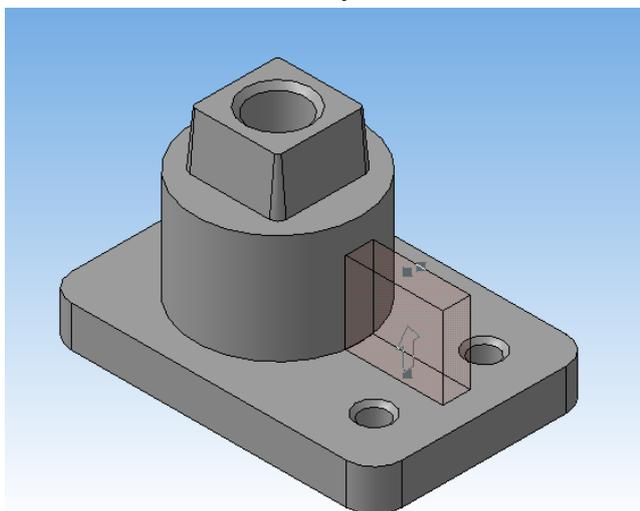

Рисунок 60
25. Выполните **Операцию выдавливания**  и вытяните ваш эскиз, указав в параметрах **На расстояние - 30мм** (рисунок 60).